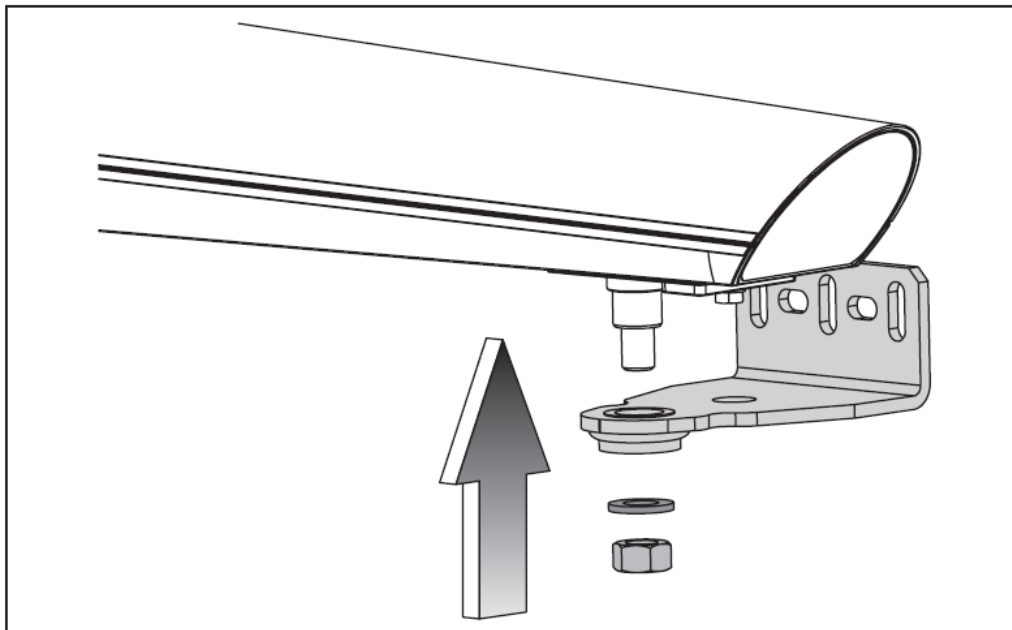

Рис. 14
5. Закрепить передний кронштейн, как показано на рис. 14